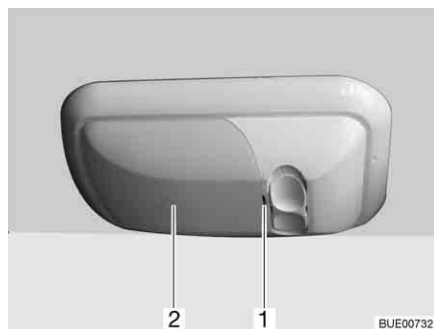

Fig. 290 Lámpara de garaje
- Sacar la tapa (Fig. 290,2) con cuidado, haciendo palanca en la muesca (Fig. 290,1) con una herramienta apropiada (p. ej. destornillador) y retirarla.